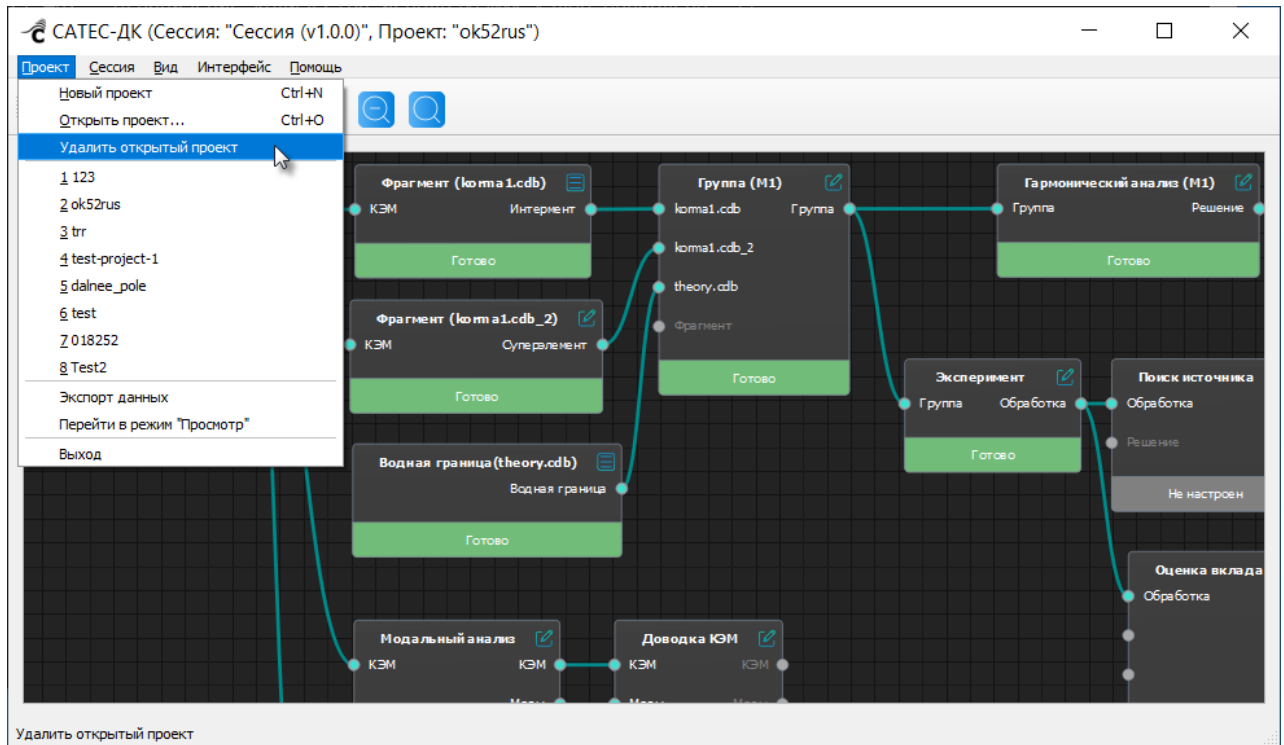

Рисунок 389 – Меню «Проект», команда «Удалить открытый проект»
2. Выбрать в меню «Проект» команду «Удалить открытый проект» (Рисунок 389).